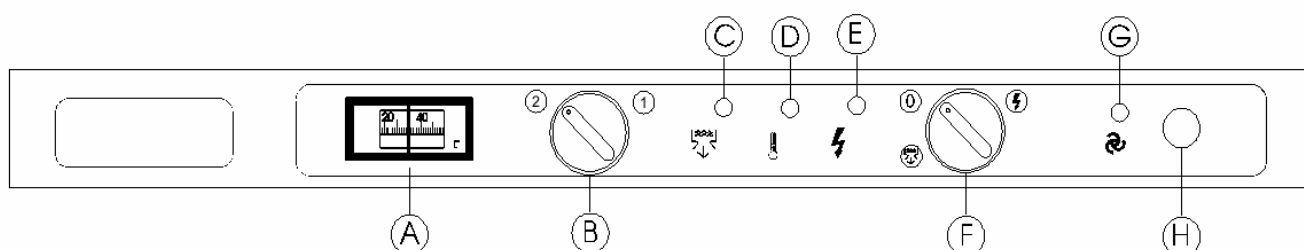

Fig. 2
- pendant le fonctionnement de l'électrovanne de remplissage e, dans les modèles équipés, la pompe de rinçage. Ça est la condition normale de fonctionnement de la pompe de vidange, que fait évacuer l'eau accumulée dans la cuve de lavage parmi le tuyau de trop plein pendant le remplissage et le rinçage. La fonction est signalée par l'allumage du voyant (C);
- si on tourne le sélecteur (F) dans la position  de la fig. 2. Dans ce cas on doit enlever le tuyau de trop plein afin d'évacuer complètement la cuve de lavage. La fonction est signalée par l'allumage du voyant (C). On peut faire ça avec la porte ouverte aussi. A la fin on doit retourner le sélecteur (F) en position (0);
- modèles AF61 PSW et AF78 PSW: la pompe de vidange se met en marche aussi pendant le fonctionnement de l'électrovanne de remplissage de la W.A.G. afin d'évacuer l'eau que, en cas d'anomalie du pressostat, peut arriver dans la cuve de lavage parmi la vidange du trop plein de la W.A.G. La fonction est signalée par l'allumage du voyant (C).